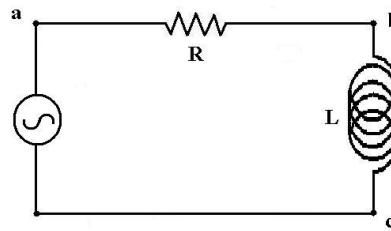

Figura 2: Circuito RL
1.- Arme el circuito de la figura 2 con $R = 1 \text{ k}\Omega$, $L = 22 \text{ mH}$, el sinusoide en el círculo representa al generador de señales con una señal cuadrada de 1 kHz y 2 V_{pp} .